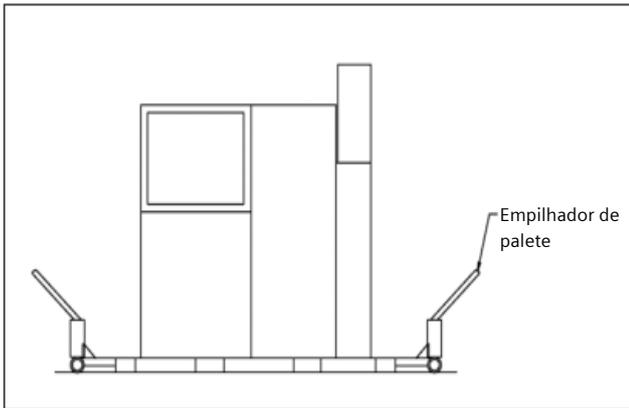

Fig. 17b: Transferência do painel usando dois empilhadores de paletes
- Transfira as unidades de transporte, incluindo os paletes de madeira, para o ponto de instalação usando empilhadeira, guindastes móveis ou dois empilhadores de paletes de ambos os lados. (Fig. 17b)